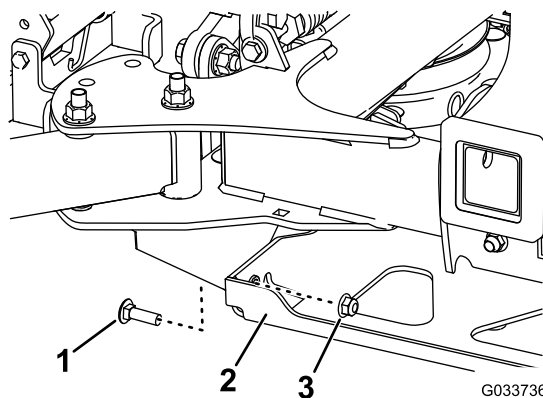

Figura 83
- Retire los 2 pernos y las 2 tuercas que conectan el soporte del puntal con el bastidor (Figura 83).
4. Instale los 2 pernos que guardó para conectar el soporte del puntal con el bastidor (Figura 83).